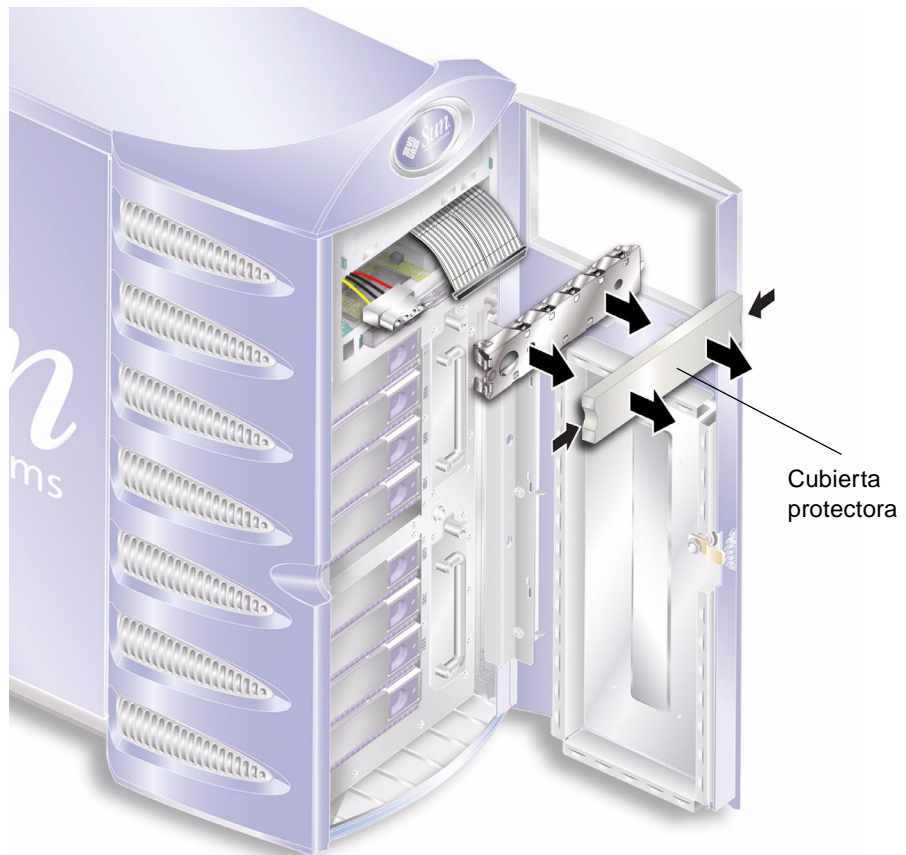

FIGURA 1-27 Extracción de la cubierta protectora de la unidad de cinta
4. Extraiga la cubierta protectora. Consulte la FIGURA 1-27.